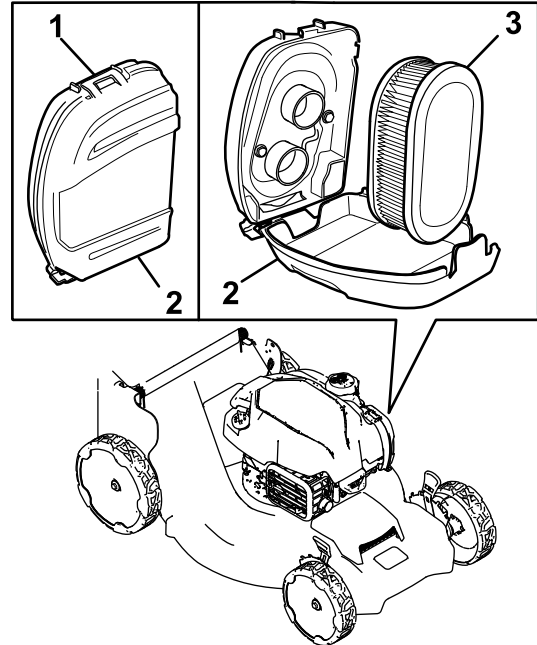

Figura 22
1. Abra los cierres de la parte superior de la tapa del filtro de aire (Figura 22).
2. Retire el filtro de aire (Figura 22).